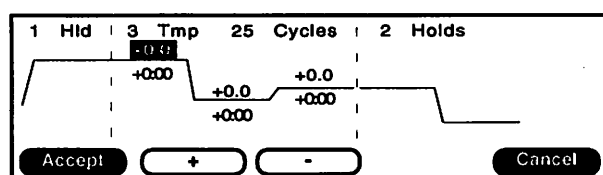

Fig. 2-12 AutoX スクリーン
4. **F1** -AutoXを押してください。AutoXスクリーン (Fig. 2-12)が表示されます。